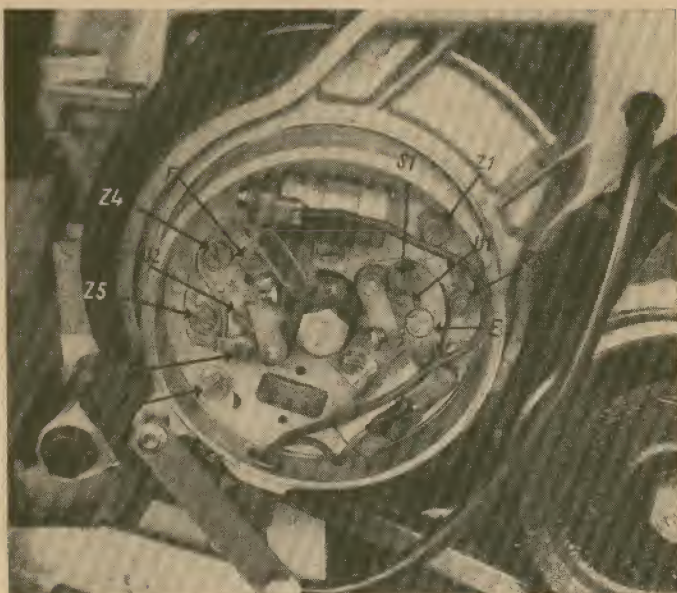
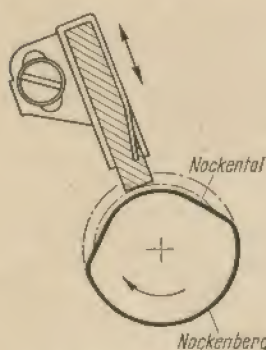

Abb. 51 Unterbrecher
Abb. 55 Einstellung des Schmierfilzes
stellen. Zum Nachstellen wird nur die Schraube U 1 gelöst (Abb. 51). Der feststehende Kontakt kann dann hin und her geschoben werden. Zur Einstellung hat die Trägerplatte Kerben und die Grundplatte geprägte Punkte (in Abb. 51 eingekreist), in die die Schraubenzieherklinge geklemmt werden kann. Nach Festziehen der Schraube U 1 muß der Abstand nochmals geprüft werden, er verstellt sich manchmal dabei.
3. *Kurbelwelle drehen, bis sich die Kontakte des (linken) Unterbrechers 2 am weitesten geöffnet haben. Kontaktabstand prüfen und eventuell nachstellen, dabei nur Schraube U 2 (Abb. 51) lösen.*
5. *Fliehkewichte aufspreizen, Kurbelwelle langsam rechts herum drehen, bis die erloschene Prüflampe gerade wieder aufleuchtet. Beim Beginn des Aufleuchtens muß die Kerbe der Keilriemenscheibe an der Unterkante des Lineals stehen. Steht sie höher oder tiefer, so muß die Einstellung korrigiert werden. Dazu stellt man die Kerbe genau neben die Unterkante des Lineals und löst die Schrauben Z 1, Z 2 und Z 3 (Abb. 51). Bei aufgespreizten Fliehkewichten wird jetzt die gesamte Grundplatte mit beiden Unterbrechern*
6. *Prüflampe an Masse und an die Stromschiene des Unterbrechers 2 (Schraube S 2) anklebmen. Zündeneinstellung – wie unter Punkt 5 beschrieben – prüfen.* Diesmal müssen die zwei nebeneinanderliegenden Kerben am Lineal stehen, wenn die Lampe aufleuchtet. Zur Korrektur der Einstellung werden nur die Schrauben Z 4 und Z 5 (Abb. 51) gelöst und das Segment mit dem Unterbrecher 2 gegenüber der Grundplatte nach oben bzw. unten verschoben. Nach Anziehen der Schrauben muß die Einstellung nochmals, wieder bei aufgespreizten Fliehkewichten, geprüft werden.
Schrauben Z 1 und Z 2 (Abb. 51) und die Sechskantmutter Z 3 zu lösen sind. Der Zündzeitpunkt des Zylinders 2 wird nach Lösen der Schrauben Z 4 und Z 5 mit dem Exzenter E 3 eingestellt, der bei Drehung das Segment mit dem Unterbrecher 2 bewegt.
Für die Schmierung des Nockens und der Anlaufnasen der Unterbrecher – das sind die kleinen Kunststoffstege, die am Nocken anlaufen und von ihm angehoben werden – ist der Schmierfilz da, der nach Lösen der Schraube F (Abb. 51) eingestellt werden kann. Er ist richtig eingestellt, wenn er nur den Nocken (Abb. 55) berührt und vom Nockental etwa einen halben Millimeter Abstand hat. Berührt er auch das Nockental, so wird das Öl aus ihm herausgepumpt. Das kann auch passieren, wenn der Filz zu stark geölt wurde.
Das Verölen der serienmäßigen Miramid-Unterbrecher ist eine der häufigsten Zündstörungen, die unterwegs so viel „Freude“ bereiten. Zum Entölen kann man einen Lappen auf den Schraubenzieher wickeln und zwischen die Kontakte stecken. Meist geht es dann schon wieder. Zur gründlichen Reinigung nimmt man besser die Grundplatte heraus. Dabei werden die Kabel von ihren Flachsteckern an den Kondensatoren abgezogen und nur die beiden Schrauben Z 1 und Z 2 herausgeschraubt (Abb. 51). Man kann auch die Unterbrecher auseinandernehmen und dazu die Schrauben S 1 und S 2 lösen (Unterbrecherhebel aber nicht wechseln!). Nur die Sechskantmutter Z 3 und die Schrauben Z 4, Z 5, U 1 und U 2 dürfen nicht gelockert werden, sonst verstellen sich die Zündung bzw. die Kontaktabstände. Die Sechskantmutter Z 3 hat mit der Befestigung der Grundplatte nichts zu tun. Sie hält nur einen Zapfen, der in Verbindung mit einer Bohrung im Unterbrechergehäuse die unveränderte Lage der Grundplatte gewährleistet.